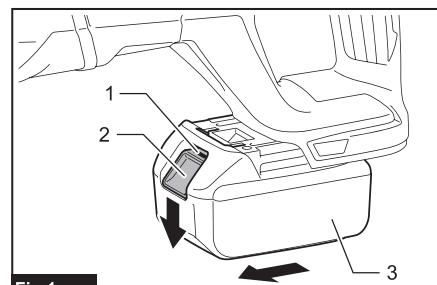

Fig.1
► Fig.1: 1. Indicatore rosso 2. Pulsante 3. Cartuccia della batteria